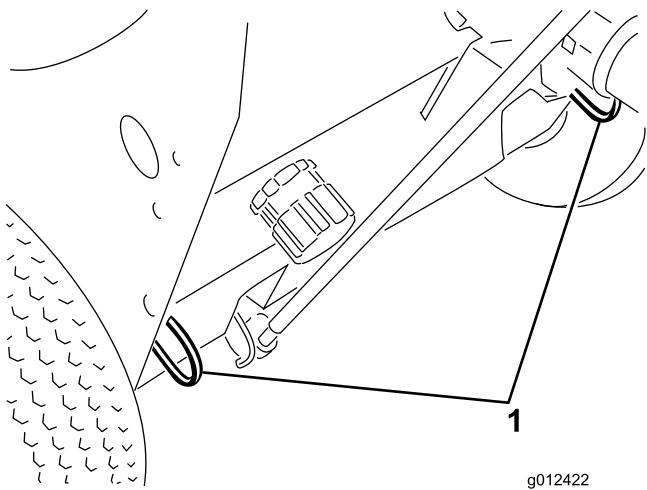
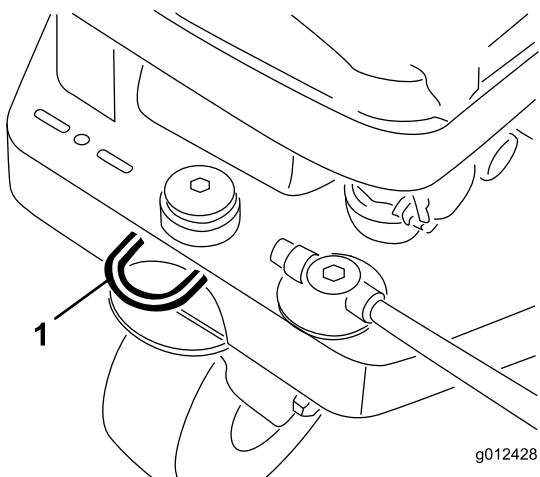

Figura 35
Figura 36
- Sujete la máquina de pintar por los puntos de amarre (Figura 35 y Figura 36) al remolque o al camión con correas, cadenas, cables o cuerdas.